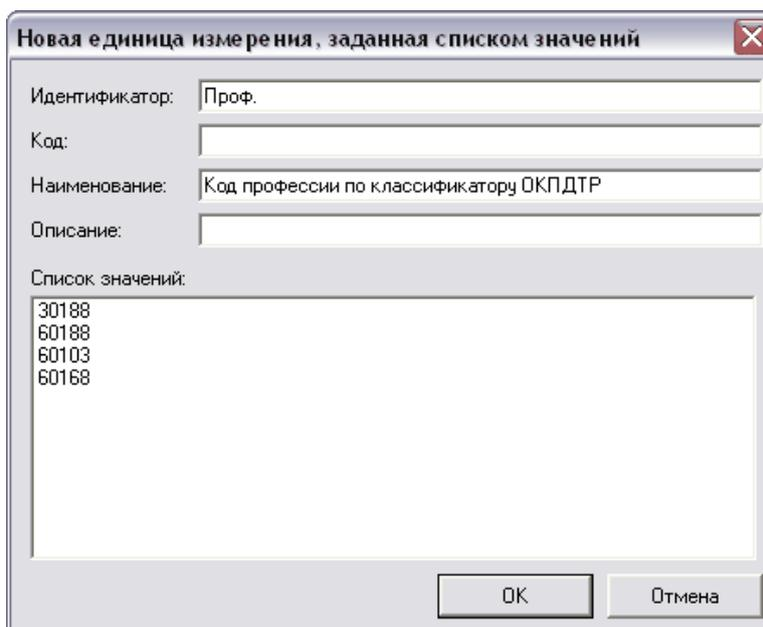
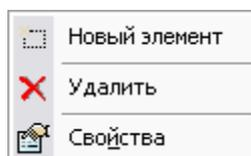

Рис. 73 Новая единица измерения, заданная списком значения
Рис. 74
Диалоговое окно **Новая единица измерения, заданная списком значений** содержит окно **Список значений** (Рис. 73). Для работы со значениями единицы измерения щелкните правой кнопкой мыши в окне **Список значений** (Рис. 73). После этого появится контекстное меню (Рис. 74).
1. В контекстном меню выберите пункт **Новый элемент** (Рис. 74).
Для удаления элемента в контекстном меню выберите команду **Удалить**, для редактирования свойств элемента - пункт **Свойства** (Рис. 74).